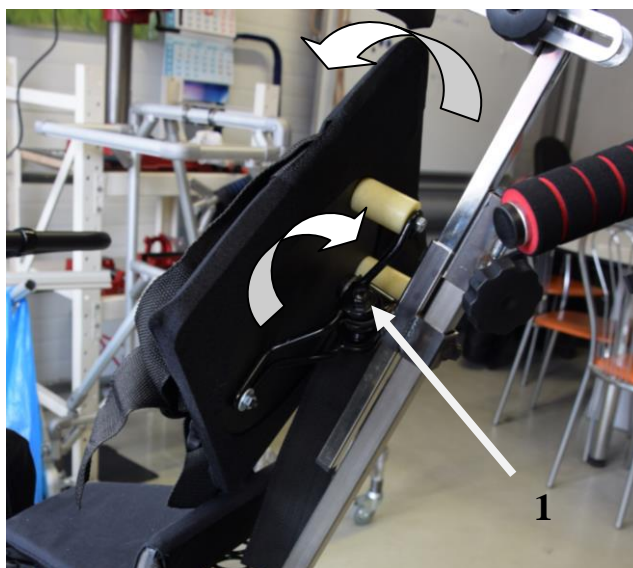

Рисунок 7
- ✓ ослабить положение фиксирующих гаек (1) слева и справа;
- ✓ установить необходимый угол наклона и степень вращения спинки (как показано на рис.7);